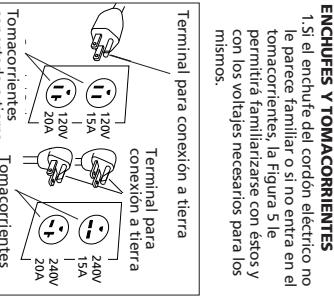

Figura 5
1. Si el enchufe del cordón eléctrico no le parece familiar o si no entra en el tomacorriente, la Figura 5 le permitirá familiarizarse con estos y con los voltajes necesarios para los mismos.